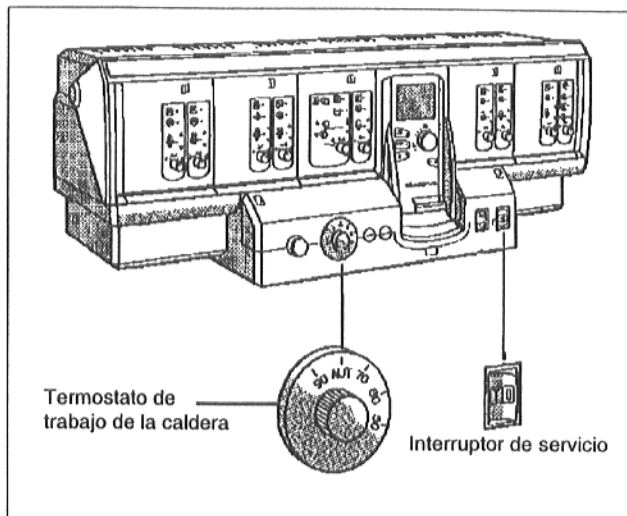
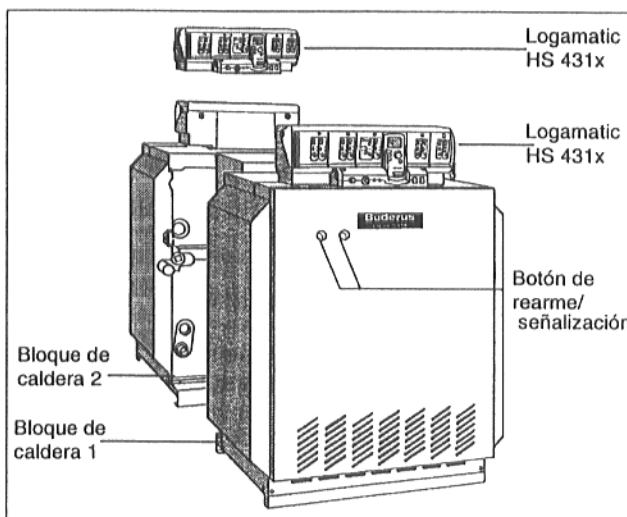

Fig. 4 Equipo de regulación Logamatic HS 431x
Fig. 5 Caldera doble Logano G334 con equipo de regulación Logamatic HS 431x (caldera doble Logano G334 con regulación constante: 2 x Logamatic HS 431x)
- Caldera doble Logano G334 con regulación en función de las condiciones meteorológicas: Ajuste el termostato de trabajo de la caldera (Fig. 4) de ambos equipos de regulación a AUT ó 80 °C.
- Caldera doble Logano G334 con regulación constante: Ajuste el termostato de trabajo (Fig. 4) de un bloque a la temperatura deseada (mín. 50 °C). De este modo se define el bloque 1 como caldera principal. Ajuste el termostato de trabajo (Fig. 5) del otro bloque de caldera (bloque 2) a aproximadamente 5 K por debajo del valor del bloque 1.
- Si se activa la señalización de perturbación del quemador (Fig. 5), pulse el botón de rearme. La avería se indica adicionalmente en el equipo de regulación o en el display.
- Coloque el interruptor de servicio de ambos equipos de regulación (Fig. 4) en la posición 0 (DES). Si la caldera doble está conectada a una chimenea adecuada (consultar a una empresa especializada), para el servicio de verano es posible utilizar sólo un bloque: coloque el interruptor de servicio (Fig. 4) en el bloque 2 en la posición 0 (DES).